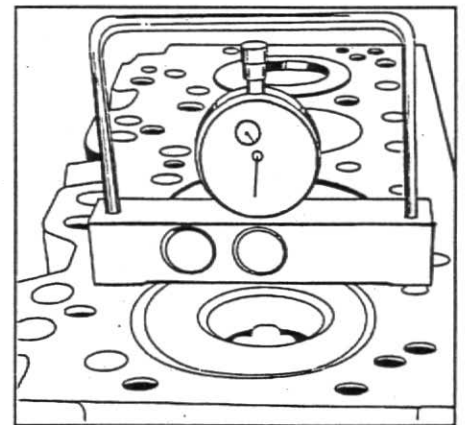

Fig 21
10. Posicione o êmbolo em PMS. Verifique a altura do êmbolo em relação à superfície usinada do bloco com o relógio microcomparador e ferramenta nº 81 30 004: 0,493 - 0,869 mm ou 0,019 - 0,034 pol, fig.21.